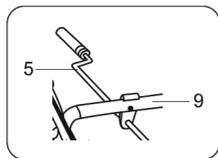

Рис. 6
- Расположите выпускной желоб (17) таким образом, чтобы дефлектор (18) был обращен вперед. Установите ручку (5) в держатель на средней стойке рукоятки (9), ручка должна быть расположена прямо, а ее хват обращен вверх (Рис. 6).